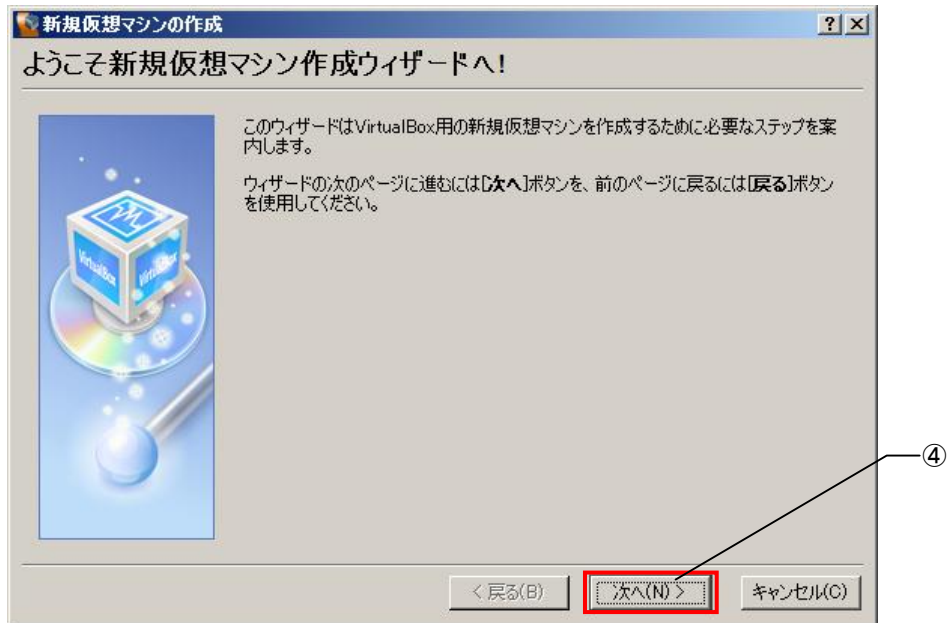

図 2-2-4-3. 新規仮想マシン作成ウィザード
- ⑤ 図 2-2-4-4 のマシン名と OS 種類選択画面に変わるので、「名前(N)」には「T-Kernel_development」と入力してください。
- ⑥ 「OS タイプ(T)」では「Linux」「Ubuntu」を選択してください。
- ⑦ 「次へ(N) >」をクリックしてください。